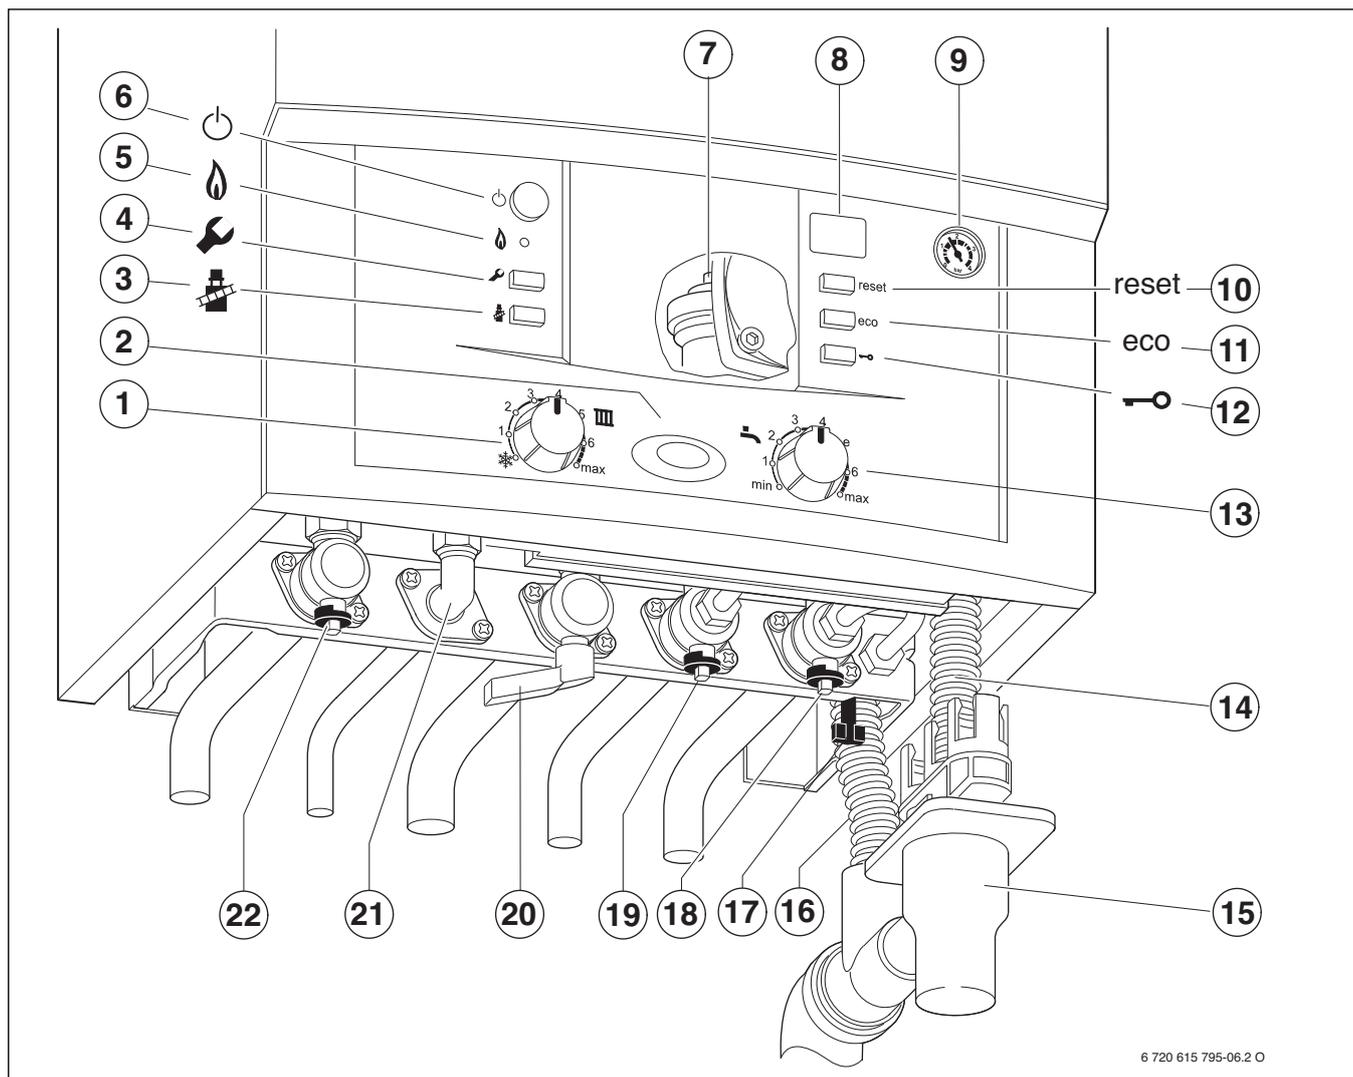

Fig. 49
- ▶ Ouvrir le robinet d'eau froide (→ fig 49, [19]).
- ▶ Ouvrir le robinet de départ du chauffage et le robinet de retour du chauffage (→ fig 49, [18] et [22]), remplir l'installation de chauffage à une pression comprise entre 1 et 2 bars et fermer le robinet de remplissage.
- ▶ Ouvrir le robinet de gaz (→ fig 49, [20]).
- ▶ Ouvrir le purgeur automatique (→ fig. 49, [7], page 35).